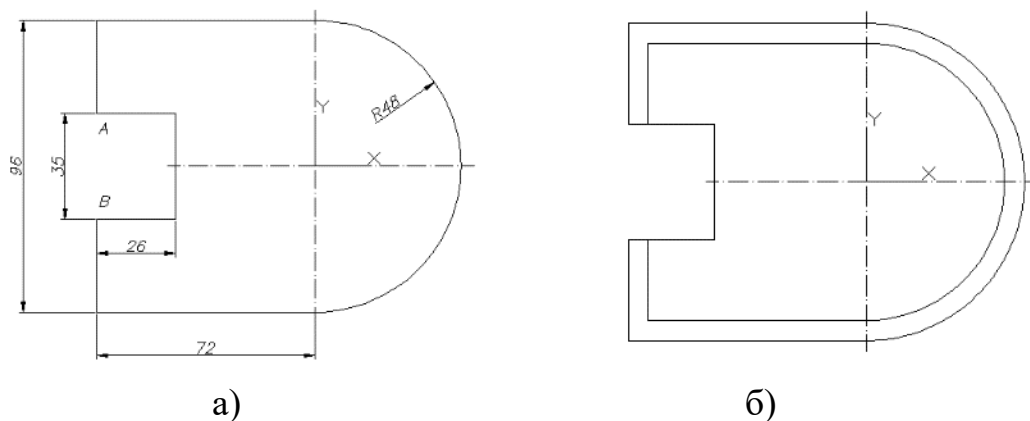

Рисунок 7.2.2 - Построение низа основания детали,
- Слой **Модель** сделать текущим. Вычертить по размерам наружный контур основания командой **Полилиния** (рисунок 7.2.2а.)